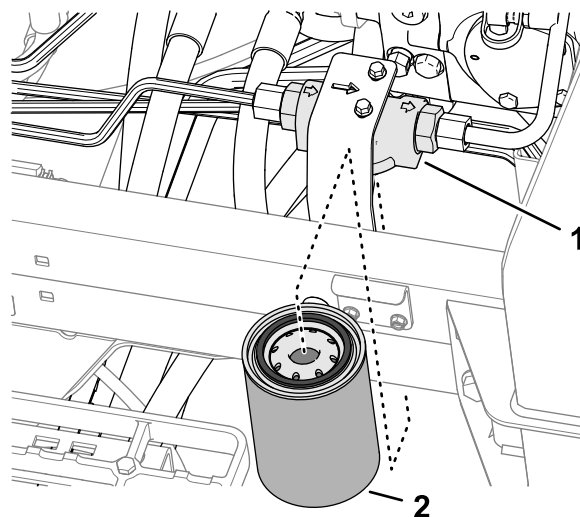

図 146
3. 機体左側で、チャージフィルタの下にオイル受けを置く **図 146**。